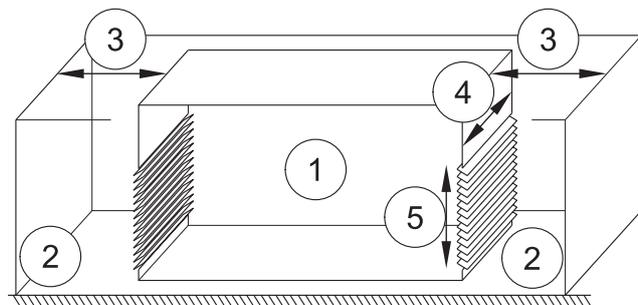

Abbildung 47
- Vergewissern Sie sich, dass vor und hinter jeder Auslass- oder Einlassöffnung genügend Platz ist (siehe Abbildung 47). Das heißt:
Abbildung 47 zeigt die grundlegenden Anforderungen an die Kühlung und Entlüftung des Aggregats.